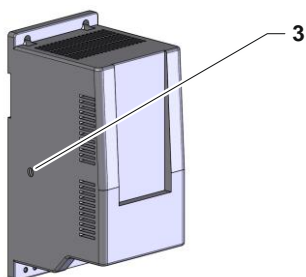

Fig. 3: Version de l'appareil UL
- Retirer la vis (marquage 3 → Fig. 3) du convertisseur de fréquence de rechange (U 1).